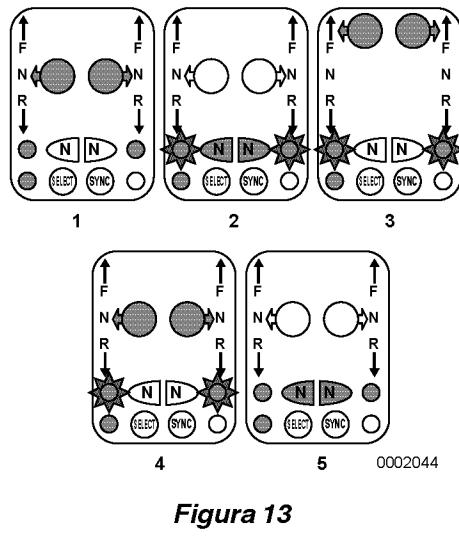

Figura 13
1. Ponga la(s) palanca(s) en punto muerto ("N"). El(los) indicador(es) de punto muerto se iluminan de forma continua (Figura 13, (1)).
2. Pulse el(los) botón(es) de punto muerto ("N") (Figura 13, (2)). El(los) indicador(es) de punto muerto parpadea(n) (estrella alrededor del(de los) indicador(es) en (Figura 13, (2)).
3. Moviendo la(s) palanca(s) de mando hacia marcha avante o atrás (Figura 13, (3)) se controlan las rpm del motor, pero con el inversor desembragado.
1. Ponga la(s) palanca(s) en punto muerto (Figura 13, (4)).
2. Pulse el(los) botón(es) de punto muerto ("N") (Figura 13, (5)). El(los) indicador(es) de punto muerto se iluminan de forma continua (Figura 13, (5)).